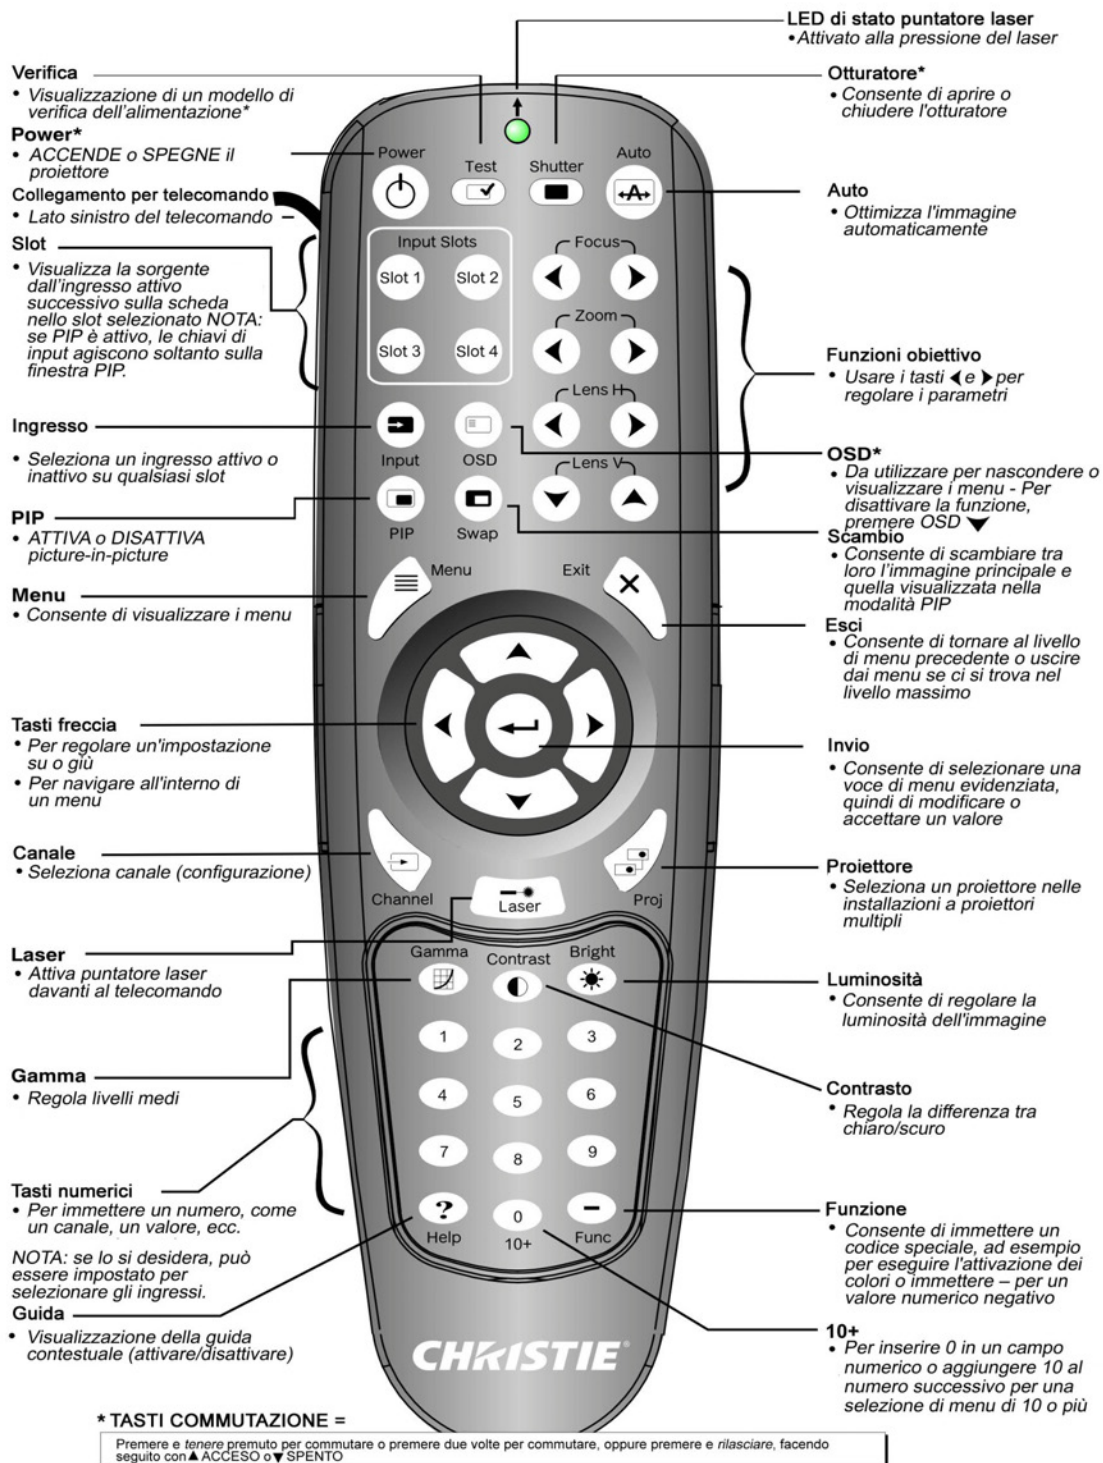

FIGURA 3-1 TELECOMANDO
- **Telecomando:** utilizzabile in modalità cablata (è incluso l'apposito cavo) o wireless fino a una distanza massima di 8 metri. Il telecomando consente di controllare il proiettore senza l'ausilio di cavi per mezzo di un trasmettitore a raggi infrarossi (IR) a batteria. Utilizzare il telecomando a raggi infrarossi allo stesso modo in cui si usa un telecomando per televisore o videoregistratore. Quando si preme un tasto funzione, puntare il telecomando verso il sensore a raggi infrarossi anteriore o posteriore del proiettore. Uno dei due sensori a raggi infrarossi sul proiettore rileva il segnale e inoltra i relativi comandi per l'elaborazione interna. Il telecomando è dotato di un puntatore laser. Vedere la **Figura 3-1 Telecomando**.
NOTA: per utilizzare le funzioni di **ACCENSIONE**, **OTTURATORE** e **OSD**, eseguire una delle seguenti operazioni: tenere premuto il tasto per due secondi o premere il tasto due volte in rapida successione, quindi premere la **FRECCIA VERSO L'ALTO** per attivare la relativa funzione o la **FRECCIA VERSO IL BASSO** per disattivarla. Vedere la **Figura 3-1 Telecomando**.
Per la descrizione dei tasti del telecomando, vedere la **Figura 3-1 Telecomando**.
I comandi specifici del telecomando sono descritti nella **Figura 3-1 Telecomando**.